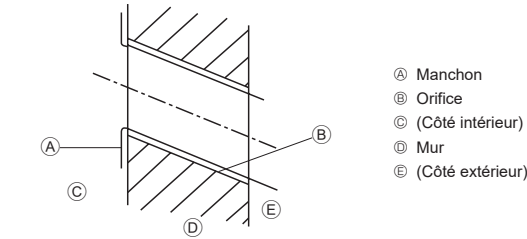

Fig. 3-3
- ① Orifice central
- ② Aligner la balance avec la ligne.
3.2.2. Forage de l'orifice des tuyaux (Fig. 3-3)